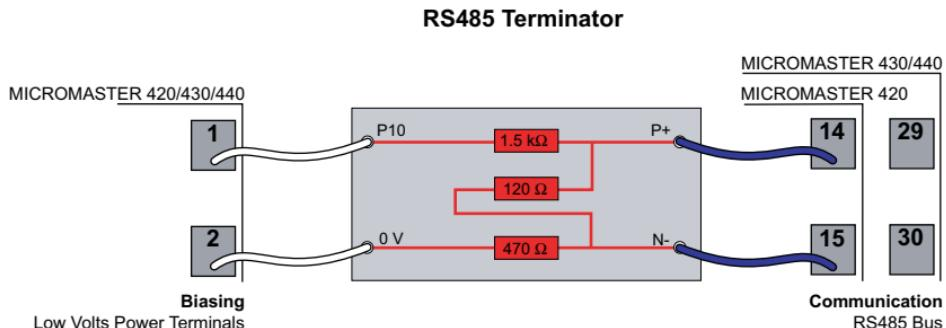
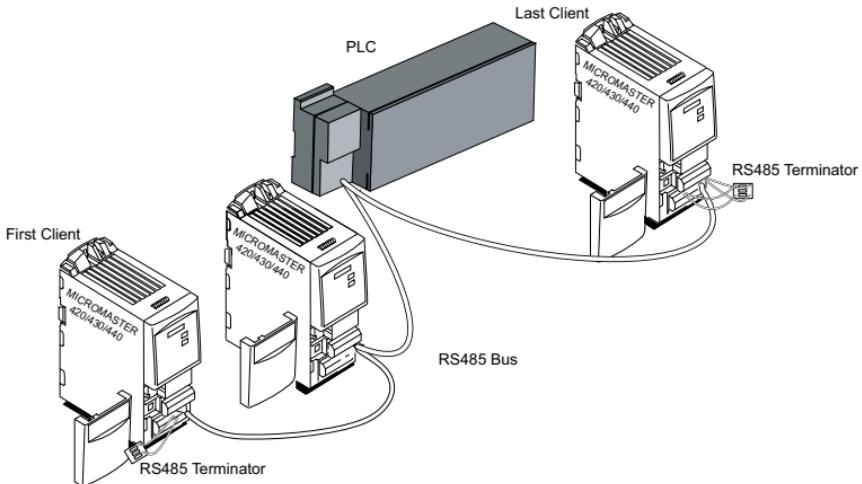

Figure 1.
Figure 2.
- When the MICROMASTER drive inverter is the last slave on the bus (Fig 2 on the right), and there are no other pull up/pull down resistors on the bus, the supplied terminator must be connected shown in Fig.1.
- When the MICROMASTER is the first slave on the bus (Fig. 2) the RS485 Terminator may be used to terminate the bus by using P+ and N- only, for the bus is powered by the last drive as explained.
- Ist der Umrüchter der letzte Slave auf dem Bus (im Bild 2), so ist dort P+ und N- des beiliegenden RS485 Terminators mit den RS485 Klemmen wie gezeigt (Bild 1) zu verbinden. P10 und 0V können zur Stromversorgung mit Klemme 1 und 2 verbunden werden.
- Ist der Umrüchter der erste Slave (Bild 2, links), so braucht man dort nur den Bus mit P+ N- zu terminieren.
- Cuando el MICROMASTER es el último esclavo del bus (Fig. 2), y no hay ninguna resistencia pull up/ pull down en el bus, el terminador debe conectarse tal y como se muestra en la Fig. 1.
- Cuando el MICROMASTER es el primer esclavo del bus (Fig. 2) el terminador RS485 se usa para terminar el bus conectando sólo P+ y N-, ya que el bus es alimentado por el último convertidor.
- Quando il MICROMASTER è l'ultimo slave sul bus (fig. 2), e non ci sono altre resistenze di pull up/down, i terminatori forniti devono essere collegati come in fig. 1.
- Quando il MICROMASTER è il primo slave sul bus (fig. 2), il terminatore deve essere usato solo per connettere P+ e N-.
- 如果MICROMASTER变频器是总线上的最后一个从站(如图2中右面的一台变频器)，而且总线上没有其他的上拉/下拉电阻时，终端器必须按照图1所示的方法进行连接。
- 如果MICROMASTER变频器是总线上的第一个从站(如图2中左面的一台变频器)时，RS485的两个端子可以作为总线的终端，只使用P+和N-，关于总线由最后一台变频器供电的情况，请参看上面的说明。